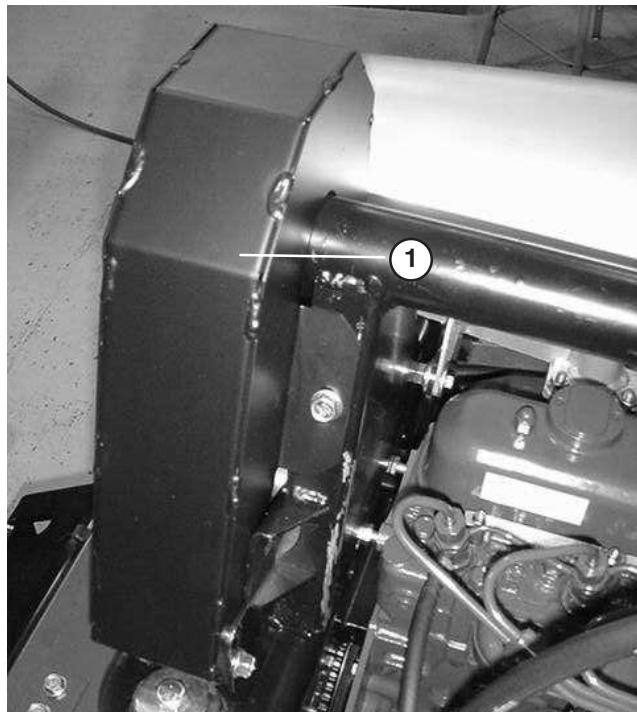

Bild 55
2. Nehmen Sie die (5) Kopfschrauben ab, mit denen der Ventilatortreibriemenschutz befestigt ist, und nehmen Sie den Schutz ab (Bild 55).
5. Montieren Sie den Ventilatortreibriemenschutz und befestigen Sie ihn mit Kopfschrauben (Bild 55). Schließen und verriegeln Sie die Haube.
4. Montieren Sie den Ventilatortreibriemenschutz und befestigen Sie ihn mit Kopfschrauben (Bild 55). Schließen und verriegeln Sie die Haube.